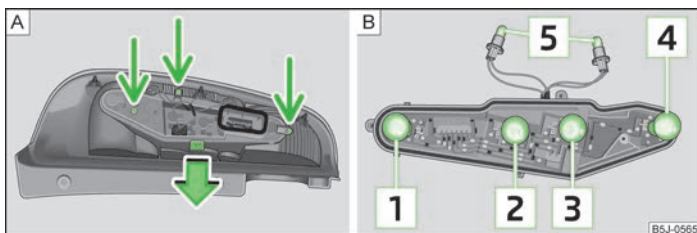

Fig. 152 Demontarea blocului optic central / dispunerea becurilor
- › Pentru a ajunge la becuri, deșurubați blocul optic central și apăsați elementul de fixare » fig. 152 - A.
- › Extrageți becul defect **1**, **2**, **3** sau **4** » fig. 152 din soclu și introduceți un bec nou.
Disponerea becurilor în blocul optic spate » fig. 152.